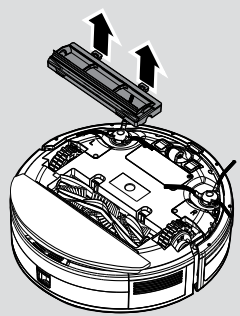

Рис. 17
2. Нажмите на зажимы на подошве и снимите крышку вращающейся щетки. [Рис. 17]